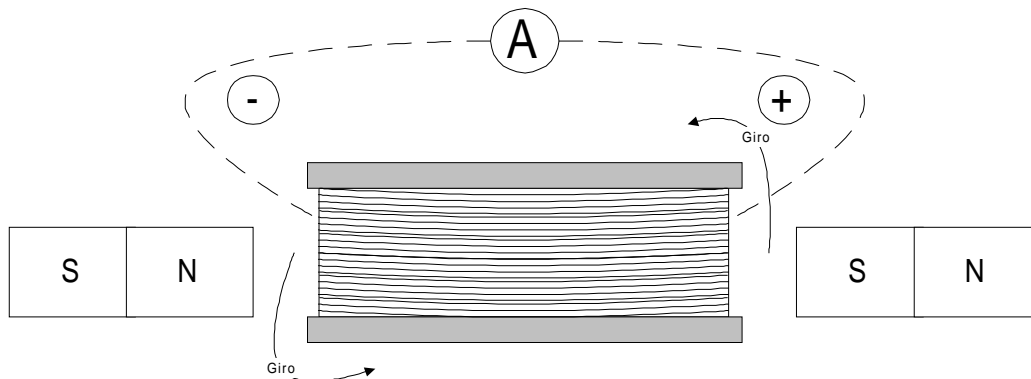

Figura 3
- c) Se tiene una bobina de diámetro pequeño y dos imanes de la misma intensidad. Haga circular corriente en la bobina colocándola entre los dos imanes, como se muestra en la figura 3